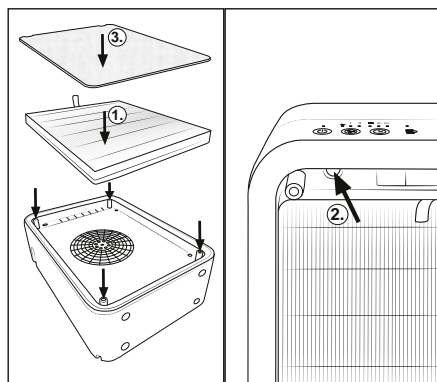

Fig. 7
- ◆ Sæt det nye EPA-filter **7** ind i produktet (se fig. 7).
- ◆ Hold filter-nulstillings-knappen **8** nede i 3 sekunder (se fig. 7). Produktet har nu registreret det nye filter.
- ◆ Sæt afdækningen **6** ind i produktet (se fig. 7).